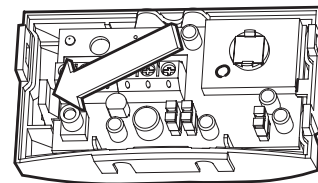

Рис.7
2. Изъять плату из основания, надавив большим пальцем на защелку платы (Рис.7).